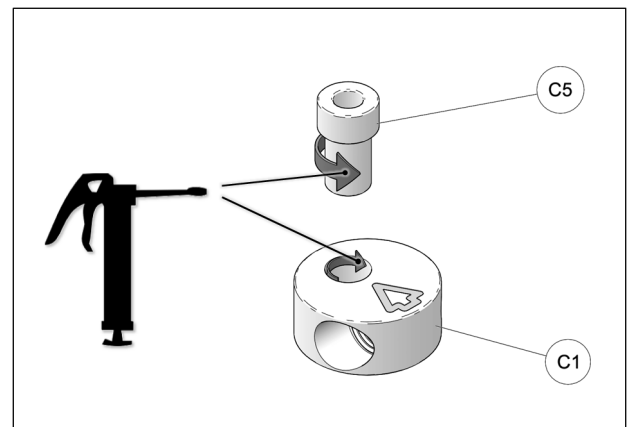

Fig. 21
- Apply grease evenly all around step spacer bushing (C5) and in hole of aluminum disk (C1) when assembling these parts together. See Fig. 21
11. À l'assemblage, les bagues espacers (C5) doivent être graissées. Appliquer une couche de graisse uniforme sur toute la circonférence de la bague espaceur et dans le logement du disque en aluminium (C1). Voir la Fig. 21